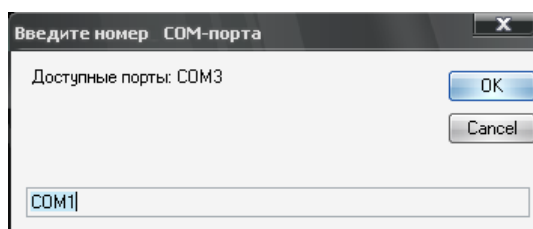

рис. 4.2. Доступные порты
2. выбрать в появившемся окне номер СОМ-порта из списка доступных портов (рис. 4.2) и ввести вручную требуемый номер СОМ-порта в нижней части окна (строка ввода).